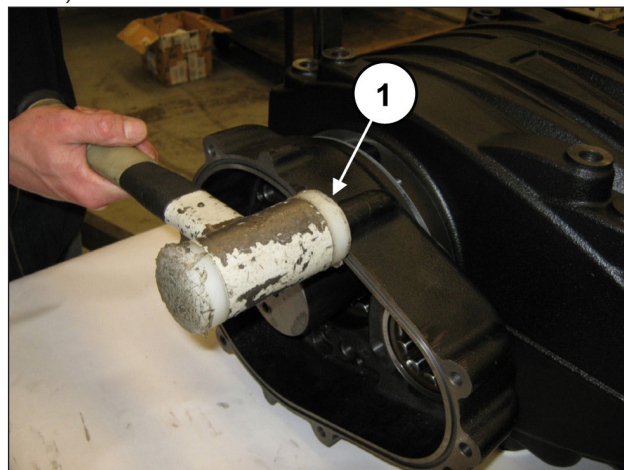

图 65
安装齿轮减速箱(及相应密封圈), 可使用锤子(位置①, 图 65)。